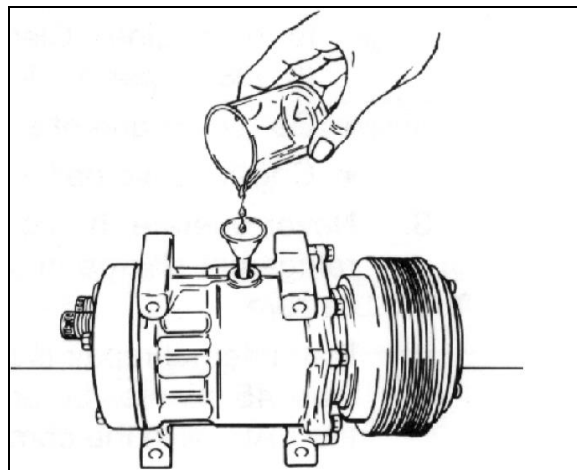

FIGURE 52
11. Ajoutez de l'huile PAG si nécessaire au récipient et versez-le dans le compresseur (Figure 52) selon la formule suivante :